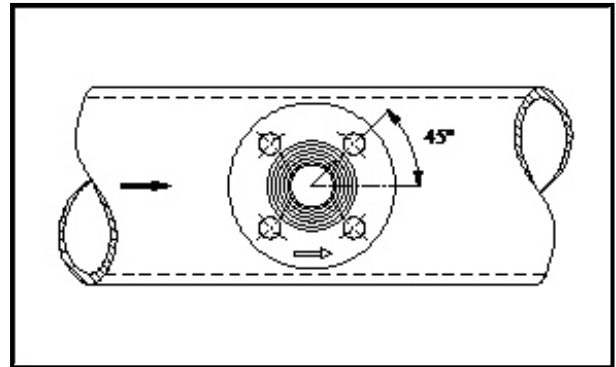
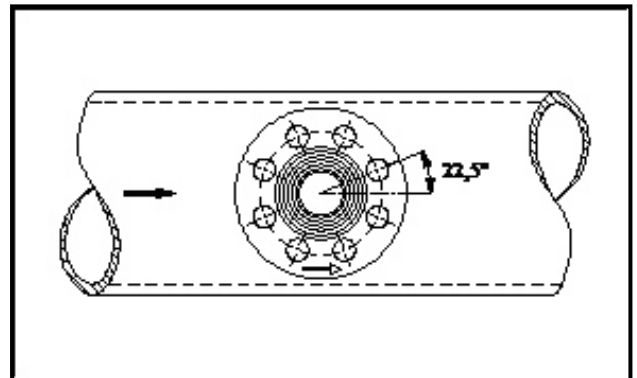

Abb. 9
Abb. 10
2. Heften Sie den Montagestutzen mit 1-2 mm Luftspalt auf die Rohrleitung. Die Schraubenlöcher des Flansches müssen in einem Winkel von 45° zur Rohrachse stehen (siehe Abb. 9). Für Flansche mit 8 Schraubenlöchern gilt hier ein Winkel von 22,5° zur Rohrachse (siehe Abb. 10) Kontrollieren Sie die waagerechte Ausrichtung des Montagestutzens.